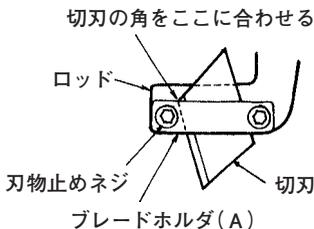

図 29
- (1) 刃物をロッド下方より溝にさし込みます。
- (2) ブレードホルダ(A)の上面と切刃の角の部分のを合わせます。(図 29)
- (3) 刃物の位置が決まりましたら、刃物止めねじ2本を十分に締付けてください。